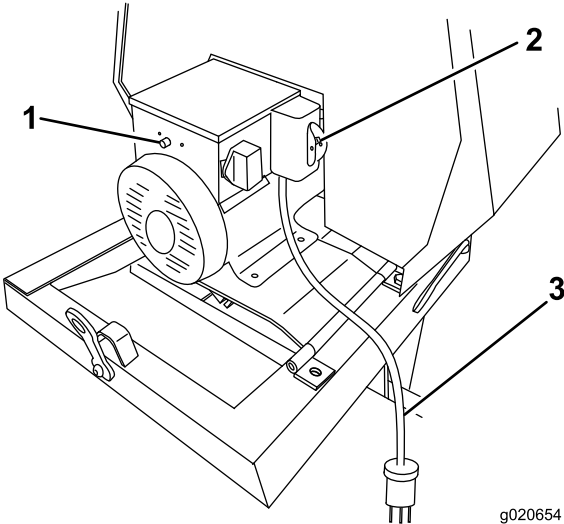

Figura 24
2. Desconecte la clavija eléctrica de la máquina de la fuente eléctrica (Figura 24).
4. En el lado de la caja de empalmes del motor, pulse el botón de reinicio por el protector contra sobrecargas térmicas (Figura 24).